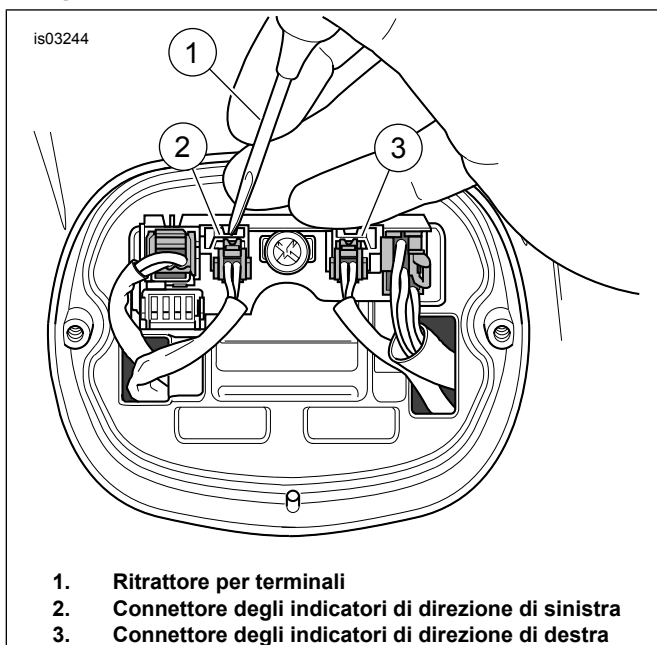

Figura 2. Rimozione dei connettori degli indicatori di direzione
3. Vedere Figura 2. Usando un ritrattore per terminali (1), spingere le linguette di blocco ed estrarre i connettori degli indicatori di direzione (a 2 vie) (2, 3). Conservare i connettori per l'installazione. Vedere CONNETTORI ELETTRICI AMP MULTILOCK nel manuale di manutenzione.